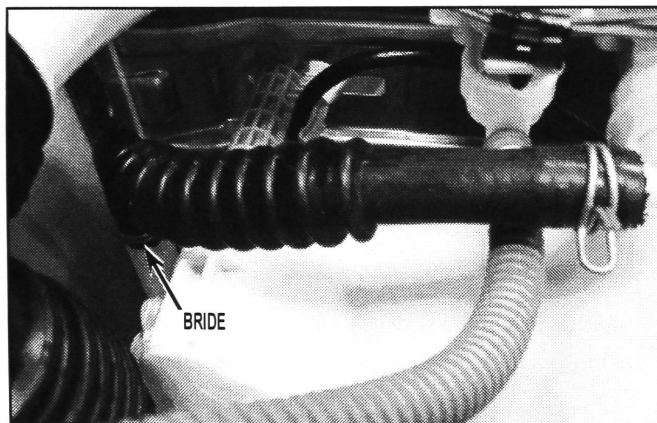

FIGURE 1
- Desserrer la bride de tuyau, et déconnecter le tuyau flexible du raccord sur le conduit de ventilation. Voir la *Figure 1*.